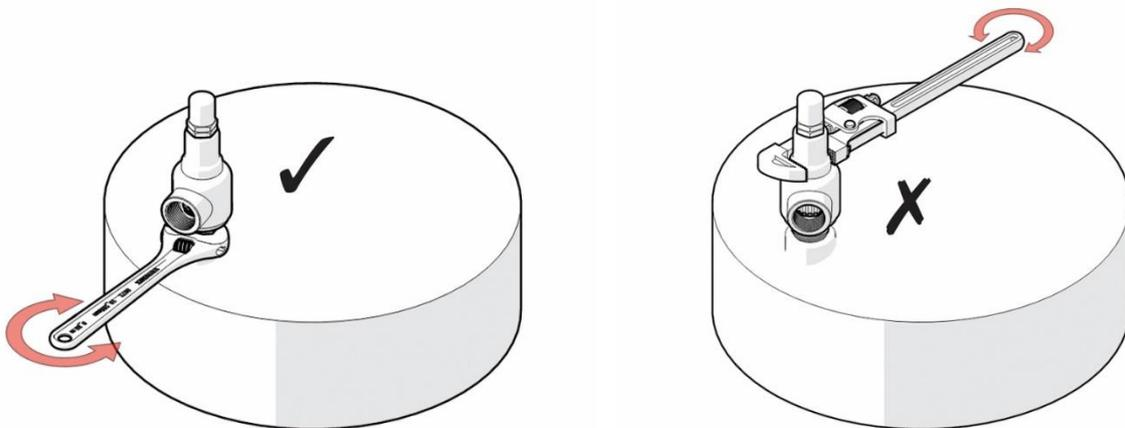

Fig. 11 Forma correcta de conectar/desconectar la válvula de seguridad-alivio.
6. **Apriete la válvula con una llave inglesa ajustable, sujetándola de los planos del cuerpo** y hasta que quede firme. Modere el torque para evitar daños a la válvula. (Fig. 11)
7. **Nunca apriete la válvula sujetándola del bonete o utilizando una llave stilson**, ya que puede causar daños severos a la válvula o desajustarla. (Fig. 11)
4. **Afloje la válvula sujetándola de los planos del cuerpo con una llave inglesa ajustable, no trate de aflojar la válvula sujetándola del bonete o con una llave stilson.** (Fig. 11)